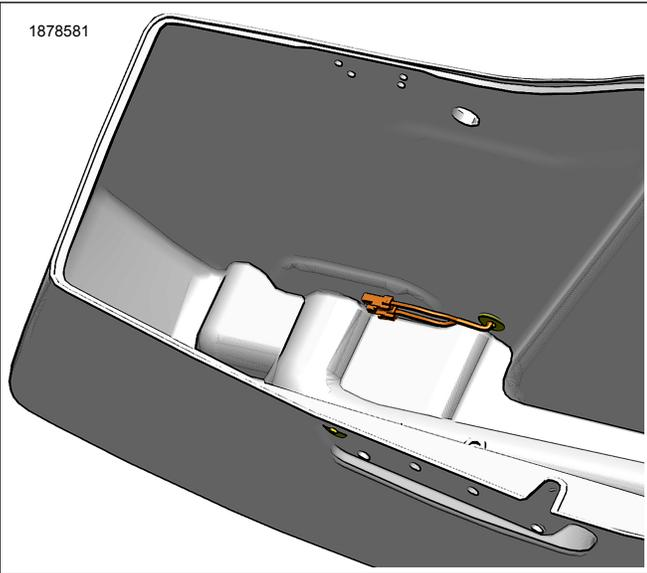

Figure 7. Routage du faisceau de cavalier (s'il est installé)
5. Voir la Figure 7. Si vous installez un kit d'indicateurs lumineux (numéro de pièce 68000372) avec un kit d'éclairage intérieur (numéro de pièce 68000425) dans chaque sacoche, l'achat distinct de deux cavaliers de faisceau de câbles des accessoires arrière (numéro de pièce 69203366) est requis.